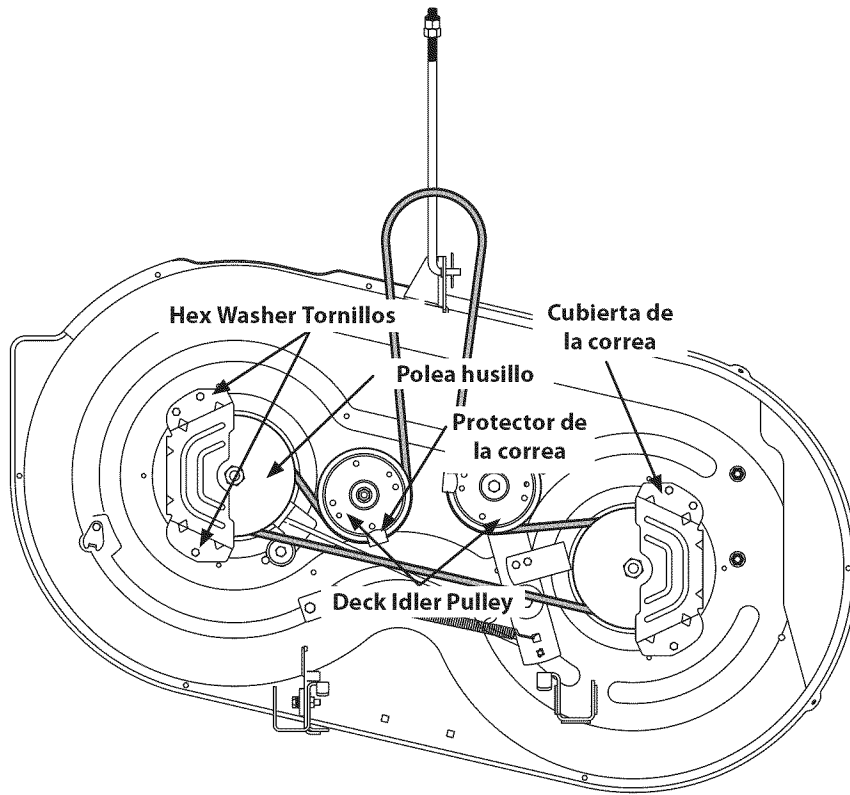

Figure 56
- Retire la cinta cubre mediante la eliminación de los tornillos hexagonales que sujetan a la cubierta. Véase la Figure 56.
- Retire con cuidado la cinta de cubierta de alrededor de las dos poleas del husillo y las dos poleas polea tensora de la cubierta. Véase la Figure 56.
- Para colocar la correa nueva, empieza haciendo que el cinturón alrededor de las dos poleas exterior del huso, como se muestra en la Figure 56.
- Luego, la cinta de ruta alrededor de las dos polines poleas de la cubierta como se muestra en la Figure 56.
- Vuelva a instalar la cubierta, asegurándose de que la cinta sigue siendo derrotados en las poleas con las instrucciones. El enrutamiento de banda completa se muestra en la Figure 56.